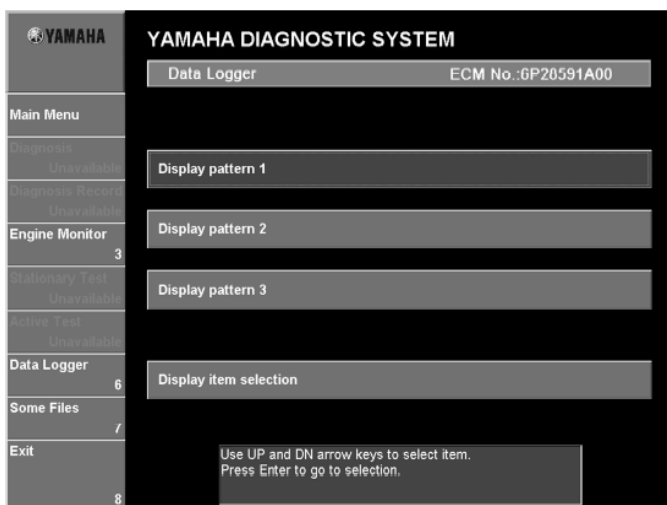

Рис. 110
3. отображается Следующее окно. (Рис. 110) Перейти к шагу 3 в соответствии процедуры построения графика.